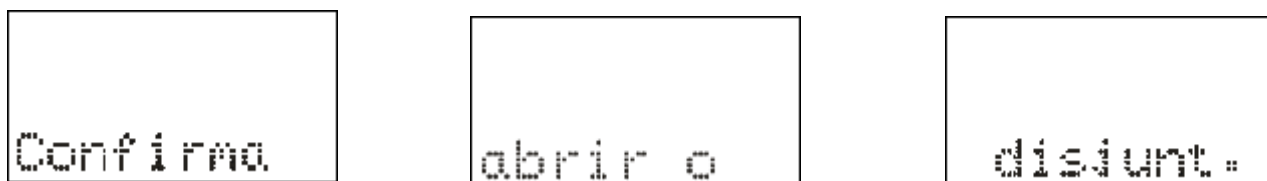
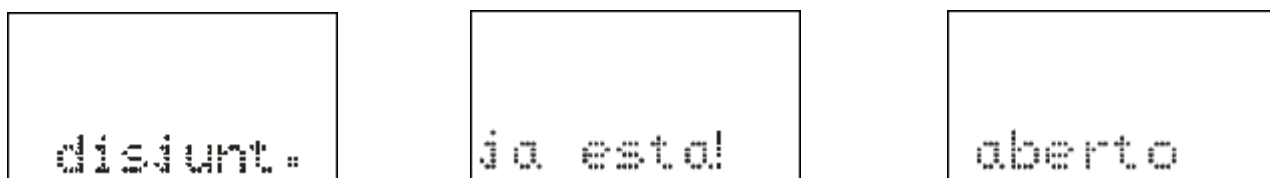

Figura 3.12: Comando local para abrir o disjuntor.
Figura 3.13: Informação da IHM local para disjuntor já aberto.
b) Pressionar a tecla **D** para realizar comando de desligar o disjuntor. A IHM local sinaliza a operação conforme figura 3.12. Após a confirmação do comando, o relé aguarda aproximadamente o tempo programado no parâmetro TempLD\* (Pasta geral do aplicativo) para enviar comando de TRIP para o disjuntor. Caso o disjuntor já esteja aberto, a IHM local realiza a sinalização mostrada na figura 3.13.